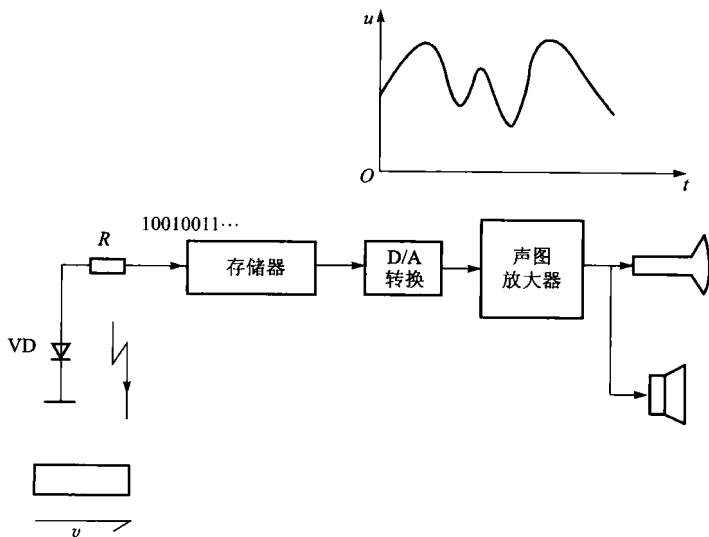

图 0.6 声图重放过程示意图
b. 声图重放的过程。如图 0.6 所示。激光二极管发射激光束读取光盘表面的二进制信号“10010011...”，获得的数据送内部存储器（如内存条）暂存，并等待 CPU 对数据进行处理，之后进行数/模（D/A）转换，还原出模拟的图像和声音信号，再送显示器电路放大之后驱动显像管、扬声器工作。